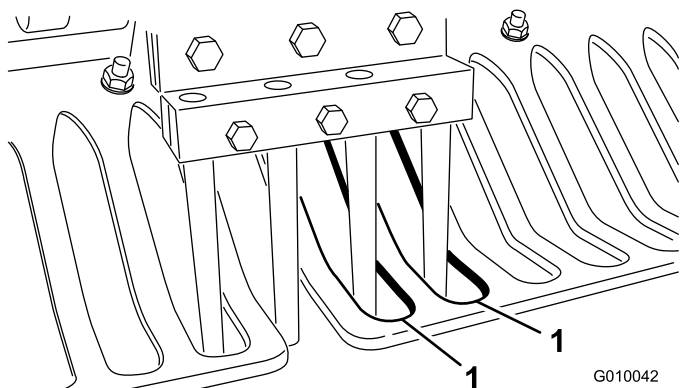

Figura 26
7. Verificai dacă dinii se aliniază cu centrul golurilor din protecțiile pentru gazon (Figura 26). Reglai protecțiile pentru gazon după cum este necesar i strângei piulițele.